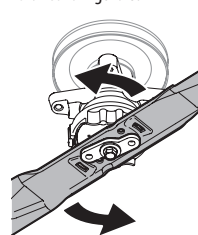

Figura 4
- Mientras sostiene el collarín en la posición hacia arriba, rote la cuchilla en sentido contrario a las agujas del reloj para liberarla del collarín. Vea la Figura 4.